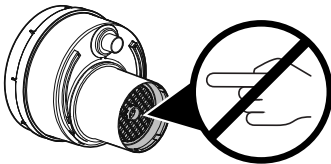

图 1 - 防止过滤器介质损坏
- 不得接触过滤介质 (图 1)。过滤介质对移动式真空抽吸机液体收集筒排出的空气可以实施排气前过滤。若不遵循这一规定，将有可能造成介质损坏和患者和/或医务人员受伤。